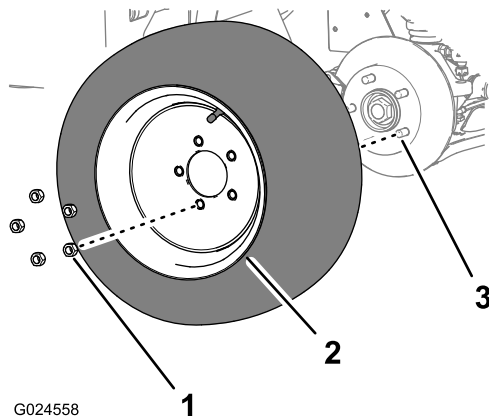

**Figura 15**
- El punto de apoyo del gato en la parte delantera del vehículo se encuentra debajo del travesaño central delantero del bastidor (Figura 15).